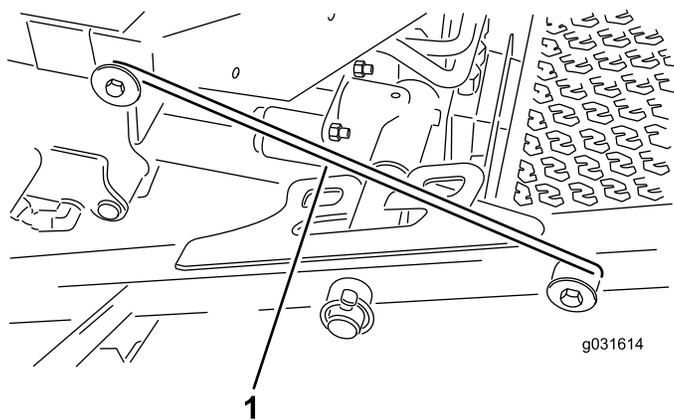

Figura 32
4. Liberte a barra do trinco do retentor do suporte da estrutura frontal (Figura 32).
5. Eleve a parte exterior das plataformas de corte frontais e coloque o trinco sobre o pino da estrutura montado na parte da frente da plataforma do operador (Figura 32).